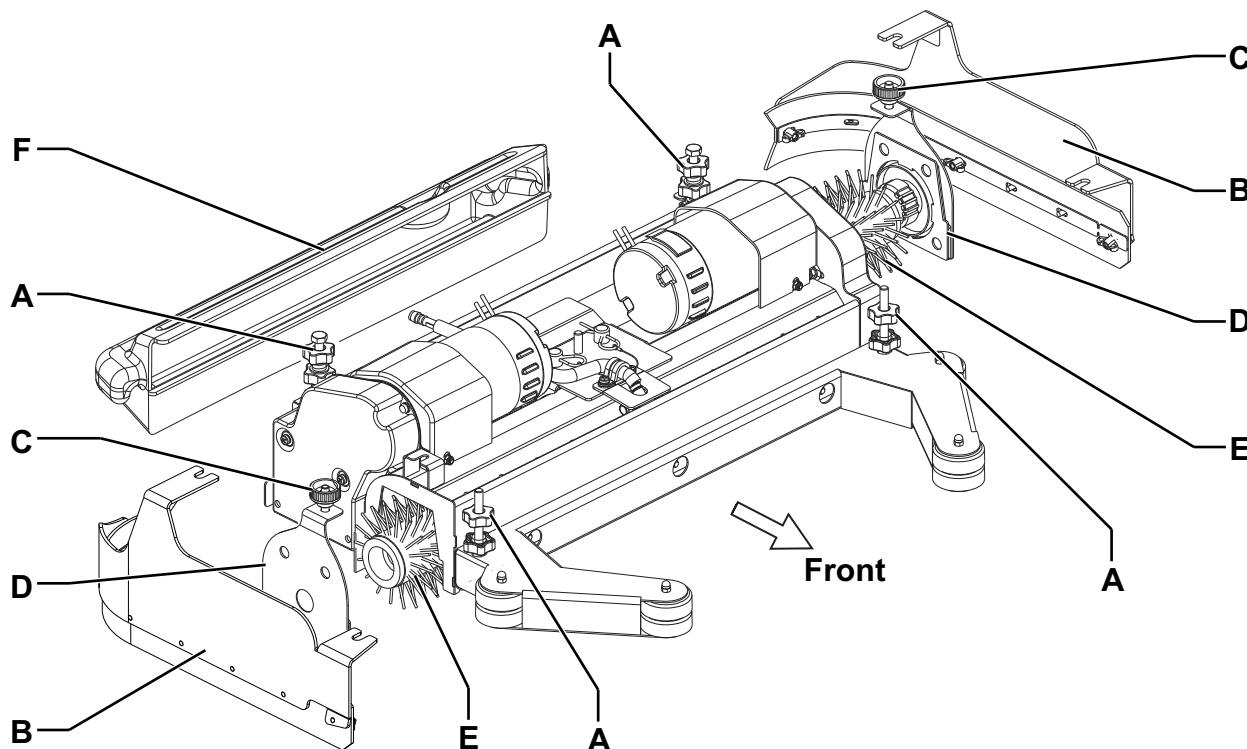

Figure 2
2. Soulever la tête en appuyant sur l'interrupteur (67).
3. Positionner la clé de contact (58) sur "0" et l'enlever.
4. Sur les deux côtés de la machine, desserrer les pommeaux (A, Fig. 2) et enlever les groupes volets latéraux (B).
5. Dévisser les pommeaux (C) et déposer les portillons (D) en poussant les pommeaux vers le bas.
6. Installer les brosses cylindriques (E) ou enlever les brosses pour installer les brosses nouvelles.